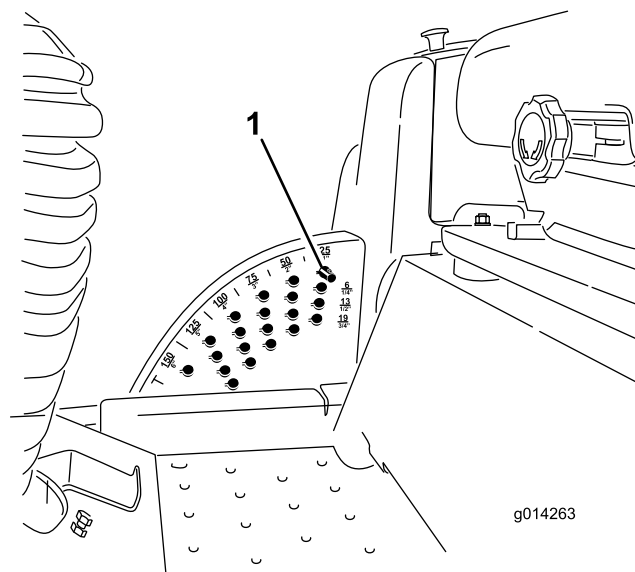

Figura 24
1. Com o motor a trabalhar, empurre para trás o interruptor de elevação da plataforma até que a plataforma do cortador esteja completamente levantada e **solte imediatamente o interruptor** como se mostra em Figura 24.
2. Rode o pino de altura de corte até que o pino do mesmo fique alinhado com as ranhuras nos orifícios no suporte da altura de corte e remova-o (Figura 24).
3. Selecione um orifício, no suporte da altura de corte, que corresponda à altura de corte desejada, insira o pino e rode-o para o bloquear no lugar (Figura 24).
Nota: Existem quatro filas de posições de orifícios (Figura 24). A fila de cima dá-lhe a altura de corte indicada por cima do pino. A segunda fila dá-lhe a altura de corte indicada mais 6 mm. A terceira fila dá-lhe a altura de corte indicada mais 13 mm. A fila de baixo dá-lhe a altura de corte indicada mais 19 mm. Para a posição de 15,8 cm só existe um orifício, colocado na segunda fila. Isto não acrescenta 6 mm à posição de 15,8 cm.